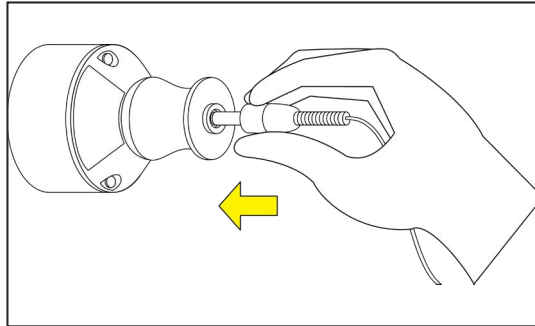

Figura 12. Inserção do conector do adaptador CA no módulo de alimentação.
PASSO 1. Insira o conector do adaptador CA no orifício do módulo de alimentação. Ver Figura 12.